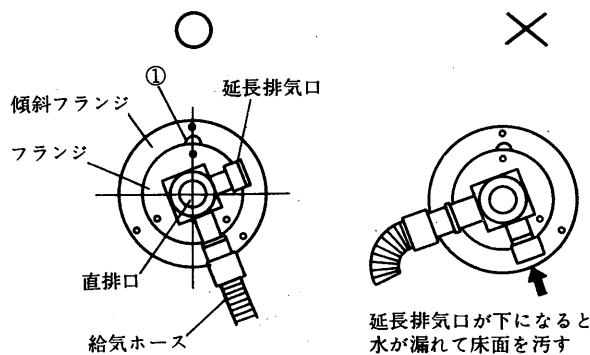

図19
- (VI) アタッチメントの方向が，図19に示すような関係位置になるよう回転させます。アタッチメントのフランジは，自由に回りますから，延長排気口を，必ず水平か，水平より上方になるようにします。